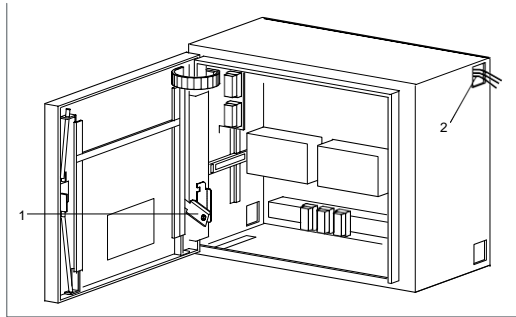

Fig. 7.1
- En option, la porte peut être arrêtée au moyen d'une tôle d'arrêt dans sa position ouverte (Fig. 7.1, 1).
- Passer les lignes en boucle pour le câblage inter-cellules par les ouvertures latérales du compartiment basse tension (Fig. 7.1, 2).